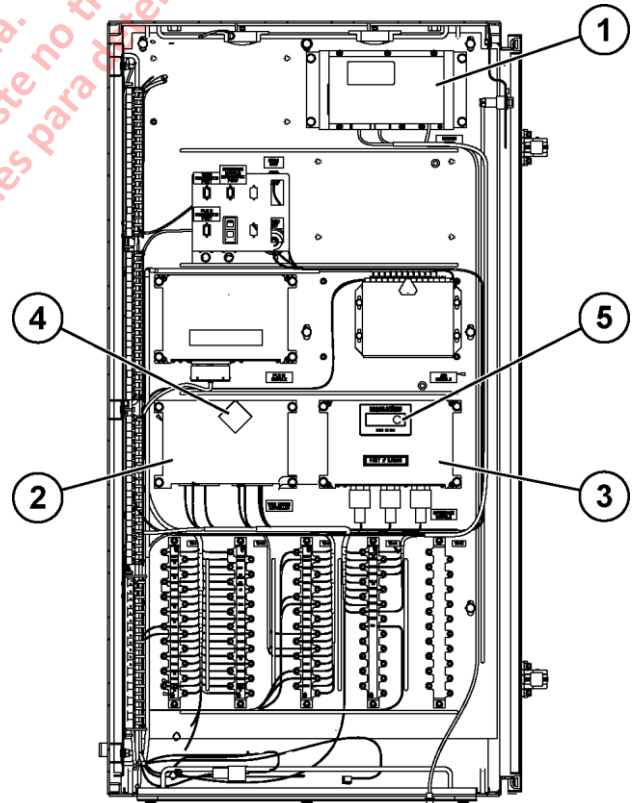
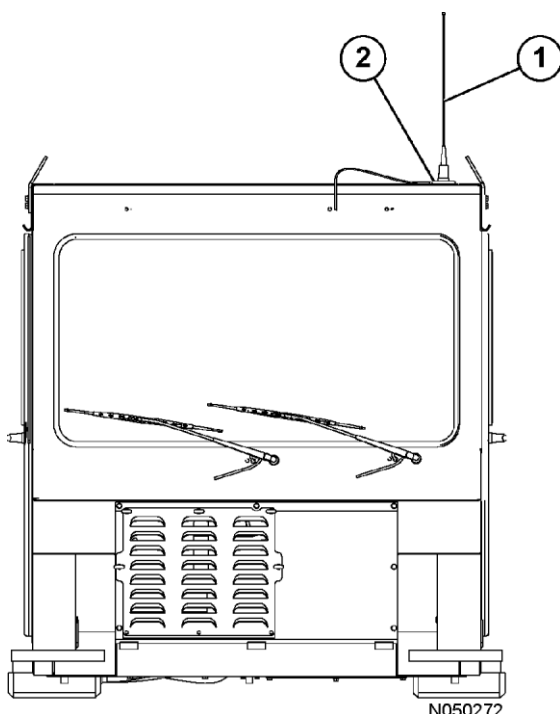

FIGURA 11-1. COMPONENTES KOMTRAX PLUS
FIGURA 11-3. ANTENA ORBCOMM
El centro del Sistema de Monitoreo es el controlador del KOMTRAX PLUS, que recopila los datos sobre la operación del camión de los sensores y demás controladores instalados en el camión. Consulte la Figura 11-1 para una descripción de los componentes del KOMTRAX PLUS.
El controlador del KOMTRAX PLUS (2, Figura 11-1) procesa los datos recibidos de controladores externos y almacena los siguientes datos en memoria interna.
La comunicación al satélite (usando OrbComm) se produce automáticamente, pero sólo envía ítems de datos críticos. El controlador OrbComm (1, Figura 11-1) se encuentra ubicado dentro del gabinete de control auxiliar. La antena OrbComm (1, Figura 11-3) está montada en el extremo delantero izquierdo de la cabina por medio de un montaje magnético (2).
El controlador KOMTRAX PLUS se enciende con el interruptor de partida del camión (circuito 712). Inmediatamente después de recibir la señal del interruptor de partida, el controlador del KOMTRAX PLUS comienza su secuencia de inicialización de encendido. Esta secuencia toma aproximadamente tres segundos, durante dicho período los dígitos de LED rojos (4, Figura 11-1) en la parte superior de la unidad del controlador del KOMTRAX PLUS desplegará una secuencia circular de segmentos de LED destellando. El controlador del KOMTRAX PLUS no soportará una conexión desde un PC laptop o una extracción de datos manual durante este tiempo de inicialización.